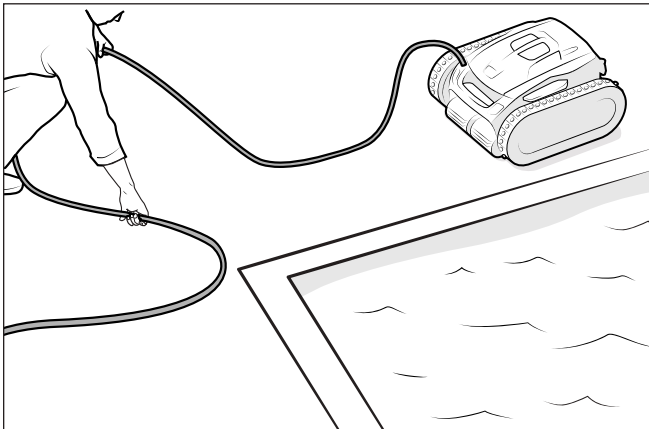

Figure 18. Démêler le câble flottant
- En commençant par la tête du nettoyeur, démêler tous les enchevêtrements du câble (Figure 18). Poser le câble au soleil pour libérer toute mémoire enchevêtrée.